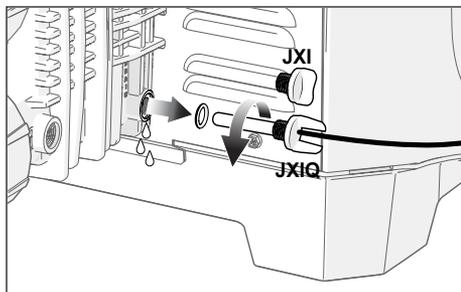

Figure 2. Collecteur de drainage
- (Optionnel) L'eau peut être vidangée du réchauffeur en retirant le bouchon de vidange (bouchon de vidange et capteur de température externe sur les modèles JXiQ) au niveau du collecteur. Voir la *Figure 2*.